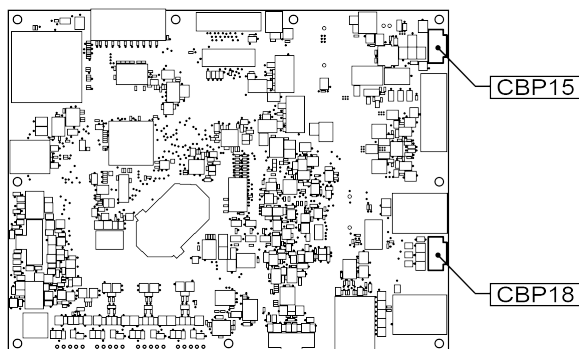

Figura 11
10. Usando a ferramenta incluída com a impressora, conecte ao painel de controle como mostrado em Figura 11. Os fios estão marcados com seus respectivos rótulos de conector.